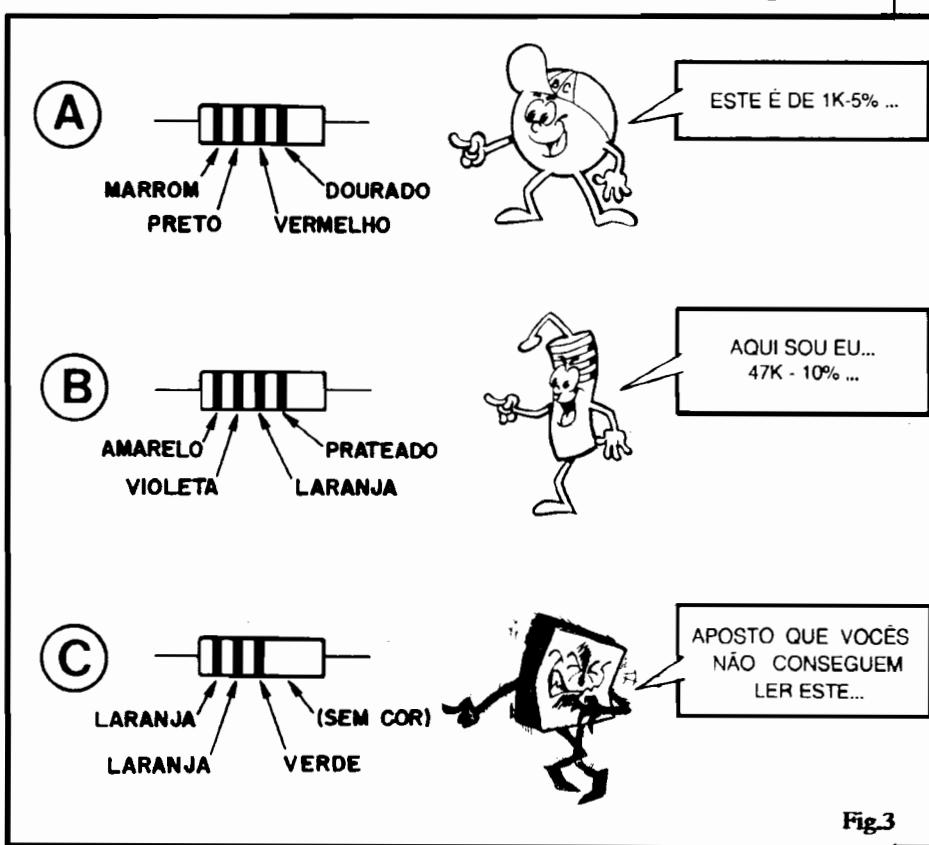

Fig.3
- FIG. 3-A - Trata-se de um resistor de 1K, com tolerância de 5%, como diz o CABECINHA... Vamos:
- FIG. 3-B - Conforme está indicando o “próprio”, trata-se de um resistor de 47K - 10%... Vamos conferir...?:
- FIG. 3-C - O QUEIMADINHO quer atrapalhar Vocês, mas todo mundo já descobriu, facilmente, que trata-se de um resistor de 3M3 - 20%... Vamos ver: